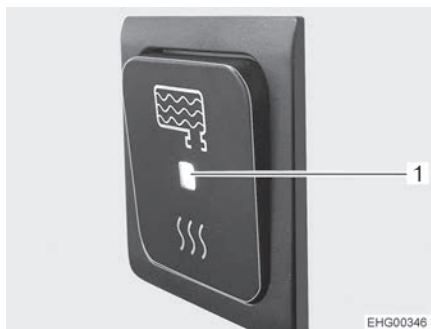

Bild 147 Till/från-brytare, påslagen
När till/från-brytaren på styrningen är påslagen (Bild 147), kopplas avloppstanksuppvärmesystemen automatiskt på så snart utetemperaturen faller under 0 °C. Avloppstanken är därmed skyddad mot frost.
- Tryck nedtill på till/från-brytaren. LED-indikatorn (Bild 147,1) lyser.
- Tryck upptill på till/från-brytaren. LED-indikatorn (Bild 147,1) slocknar.